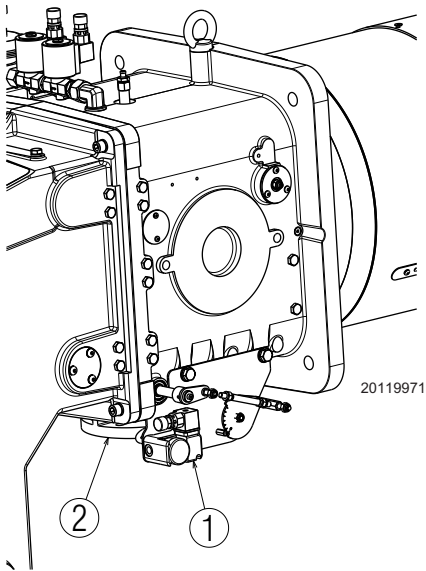

图 20
燃气阀组通过法兰 2 )( 图 20 ) 预先连接到燃烧器。
- 在测试点 1 )( 图 20 ) 处测得的燃气压力，其中：
燃气蝶阀 2 )( 图 20 ) 处压力损失，此时燃气蝶阀开启至最大：90°。
- 用在测试点 1 )( 图 20 ) 处测得的燃气压力减去炉膛压力。
测试点 P1 )( 图 20 ) 处的燃气压力
计算测试点 1)( 图 20) 处所需燃气压力，将燃烧器以最大出力运行：
- 读出右边栏 1 所示测试点 1)( 图 20) 处压力。
测试点 1)( 图 20) 所需的压力。